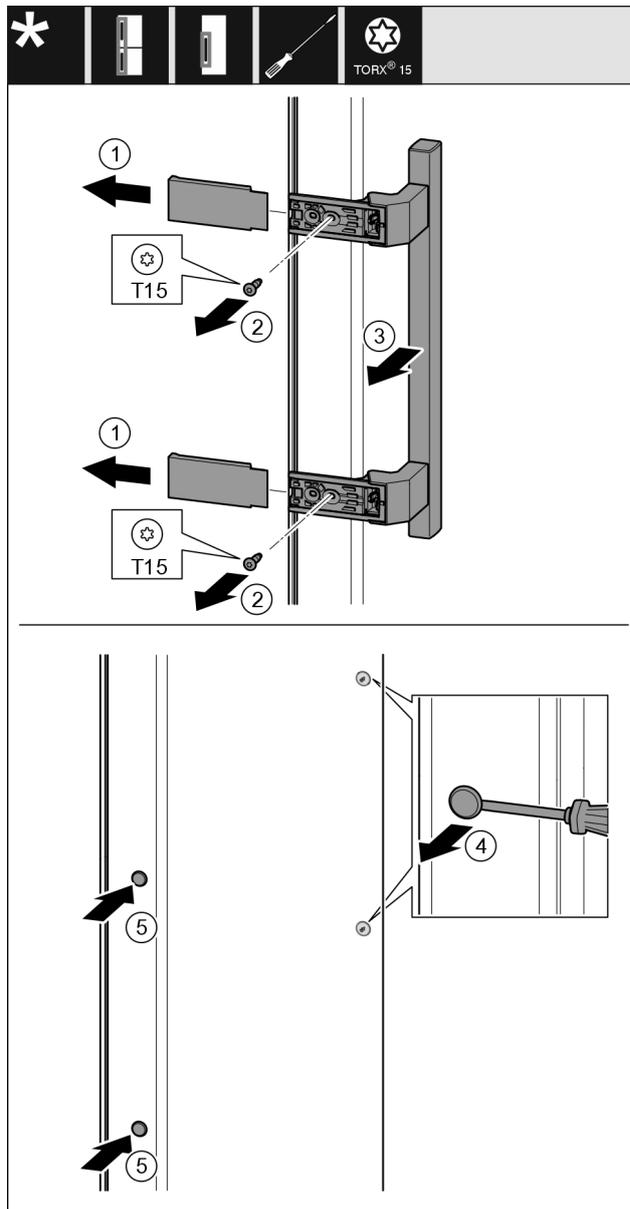

Fig. 19
- Togliere la copertura Fig. 19 (1).
- Estrarre le viti Fig. 19 (2) con un cacciavite.
- Rimuovere la maniglia Fig. 19 (3).
- Sollevare il tappo laterale Fig. 19 (4) con cautela con un cacciavite a intaglio ed estrarlo.
- Reinserrire il tappo Fig. 19 (5) sull'altro lato.